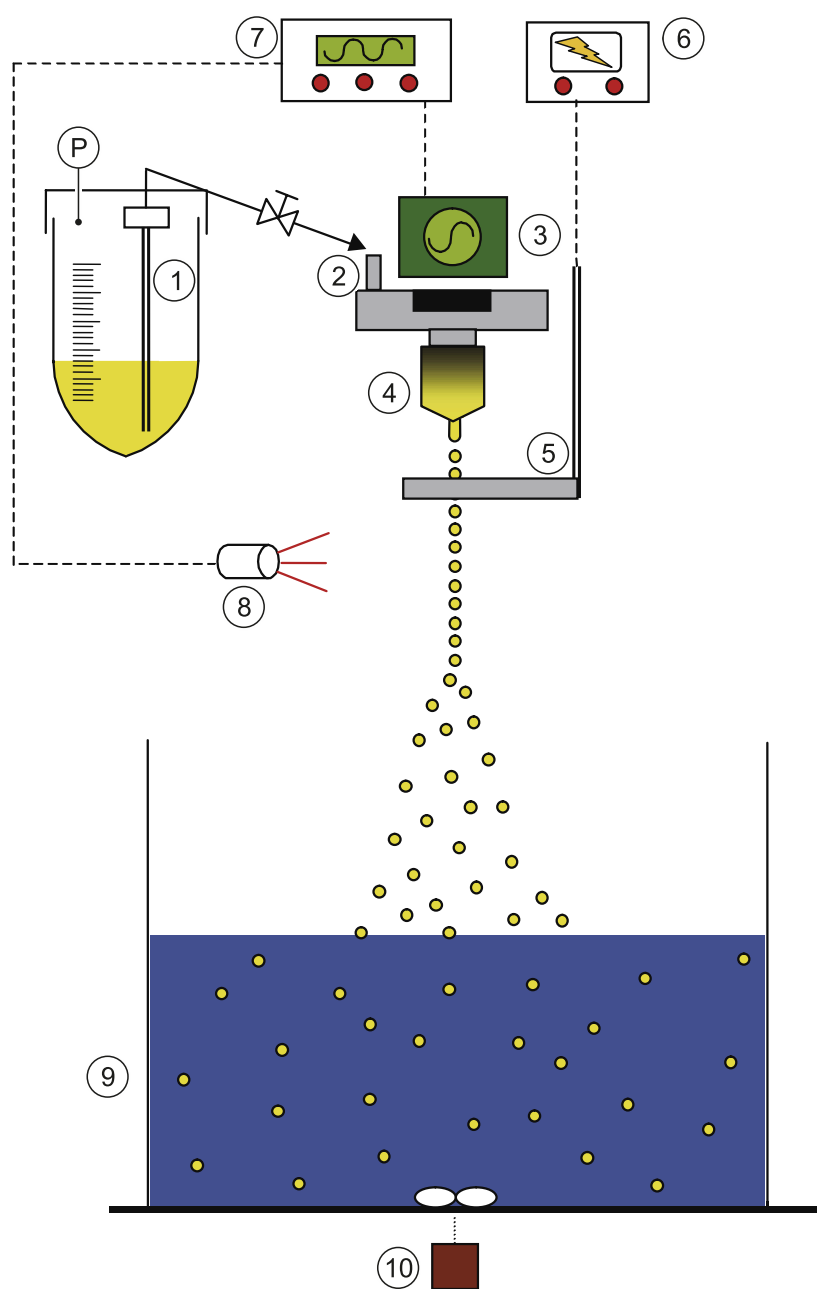

図 4-1: カプセル化装置 B-390 の概略図
カプセルに封じ込める物質（活性材料、酵素、化学薬品、細胞）をアルギン酸塩などのカプセル化ポリマーと混合し、圧力ビン（① 図 4-1 参照）に入れます。空気圧（P）を利用して、カプセルに封じ込める物質とポリマーとの混合液を滴下ノズル②へ送出します。その混合液は精密なノズル孔④から層流状態で送出され、落下中に分離して均一なサイズの液滴になります。液滴はノズル④と電極⑤の間にある電界を通過する際に帯電により反発し合い、分散しながら重合反応槽へと落下します。重合反応槽内の反応液は電気的に接地されている必要があります。